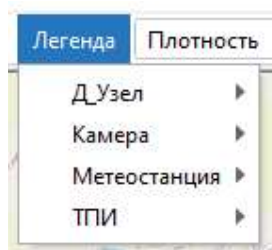

Рис. 19 Меню Легенда
Рядом с меню слоев (1) расположено справочное меню легенды карты (2) в соответствии с рис. 19. **Легенда** демонстрирует, как может отображаться выбранное оборудование в зависимости от его статуса.